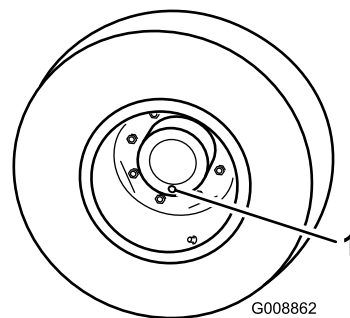

Figure 91
2. Tournez une roue de sorte que l'un des bouchons de contrôle se trouve à la position la plus basse (6 heures) (Figure 91).